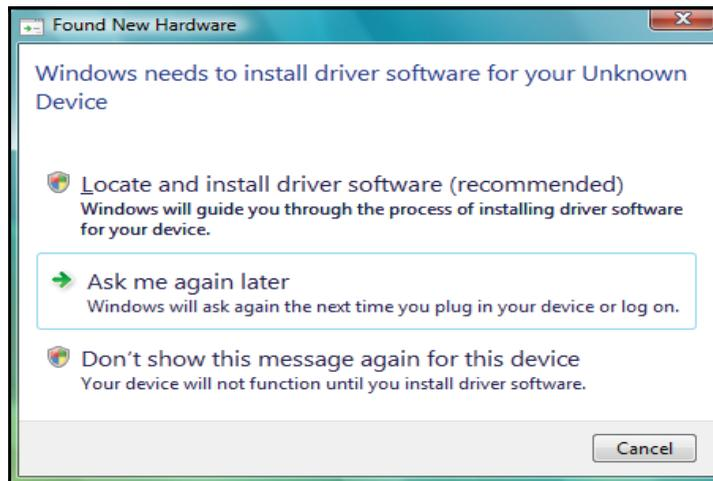

图 111: 发现新硬件界面
1. 当您安装完 Kaye 验证仪软件并将验证仪 连接到电脑后(用 USB 电缆连接) ， 电脑屏幕会显示如图 111 所示. 点击 **取消**.